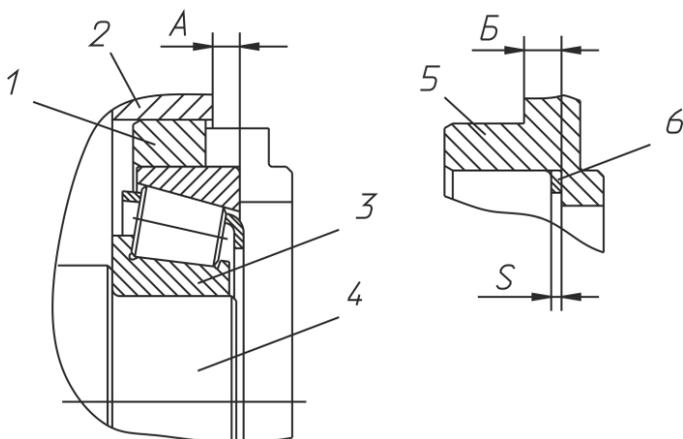

Рисунок 7 – Регулировка осевого зазора в подшипниках промежуточного вала:
4. Отрегулировать осевой зазор в подшипниках промежуточного вала (см. рисунок 7).